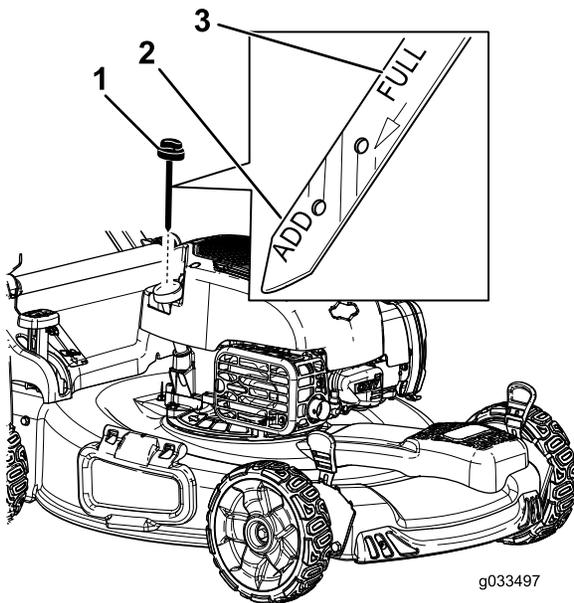

Bild 8
2. Entfernen Sie den Peilstab, indem Sie den Deckel nach links drehen und herausziehen (Bild 8).
6. Lesen Sie den Ölstand am Peilstab ab. (Bild 8)